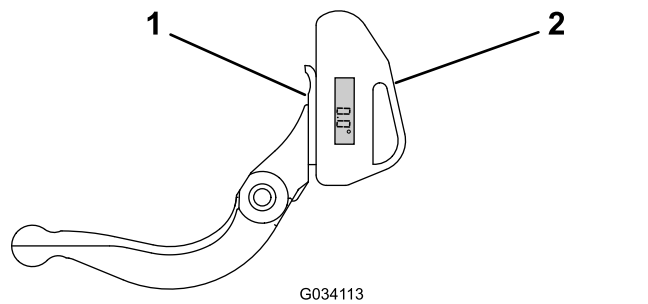

Figura 23
1. Amplasați indicatorul de unghi în partea inferioară a contracuitului, conform indicațiilor din Figura 23.